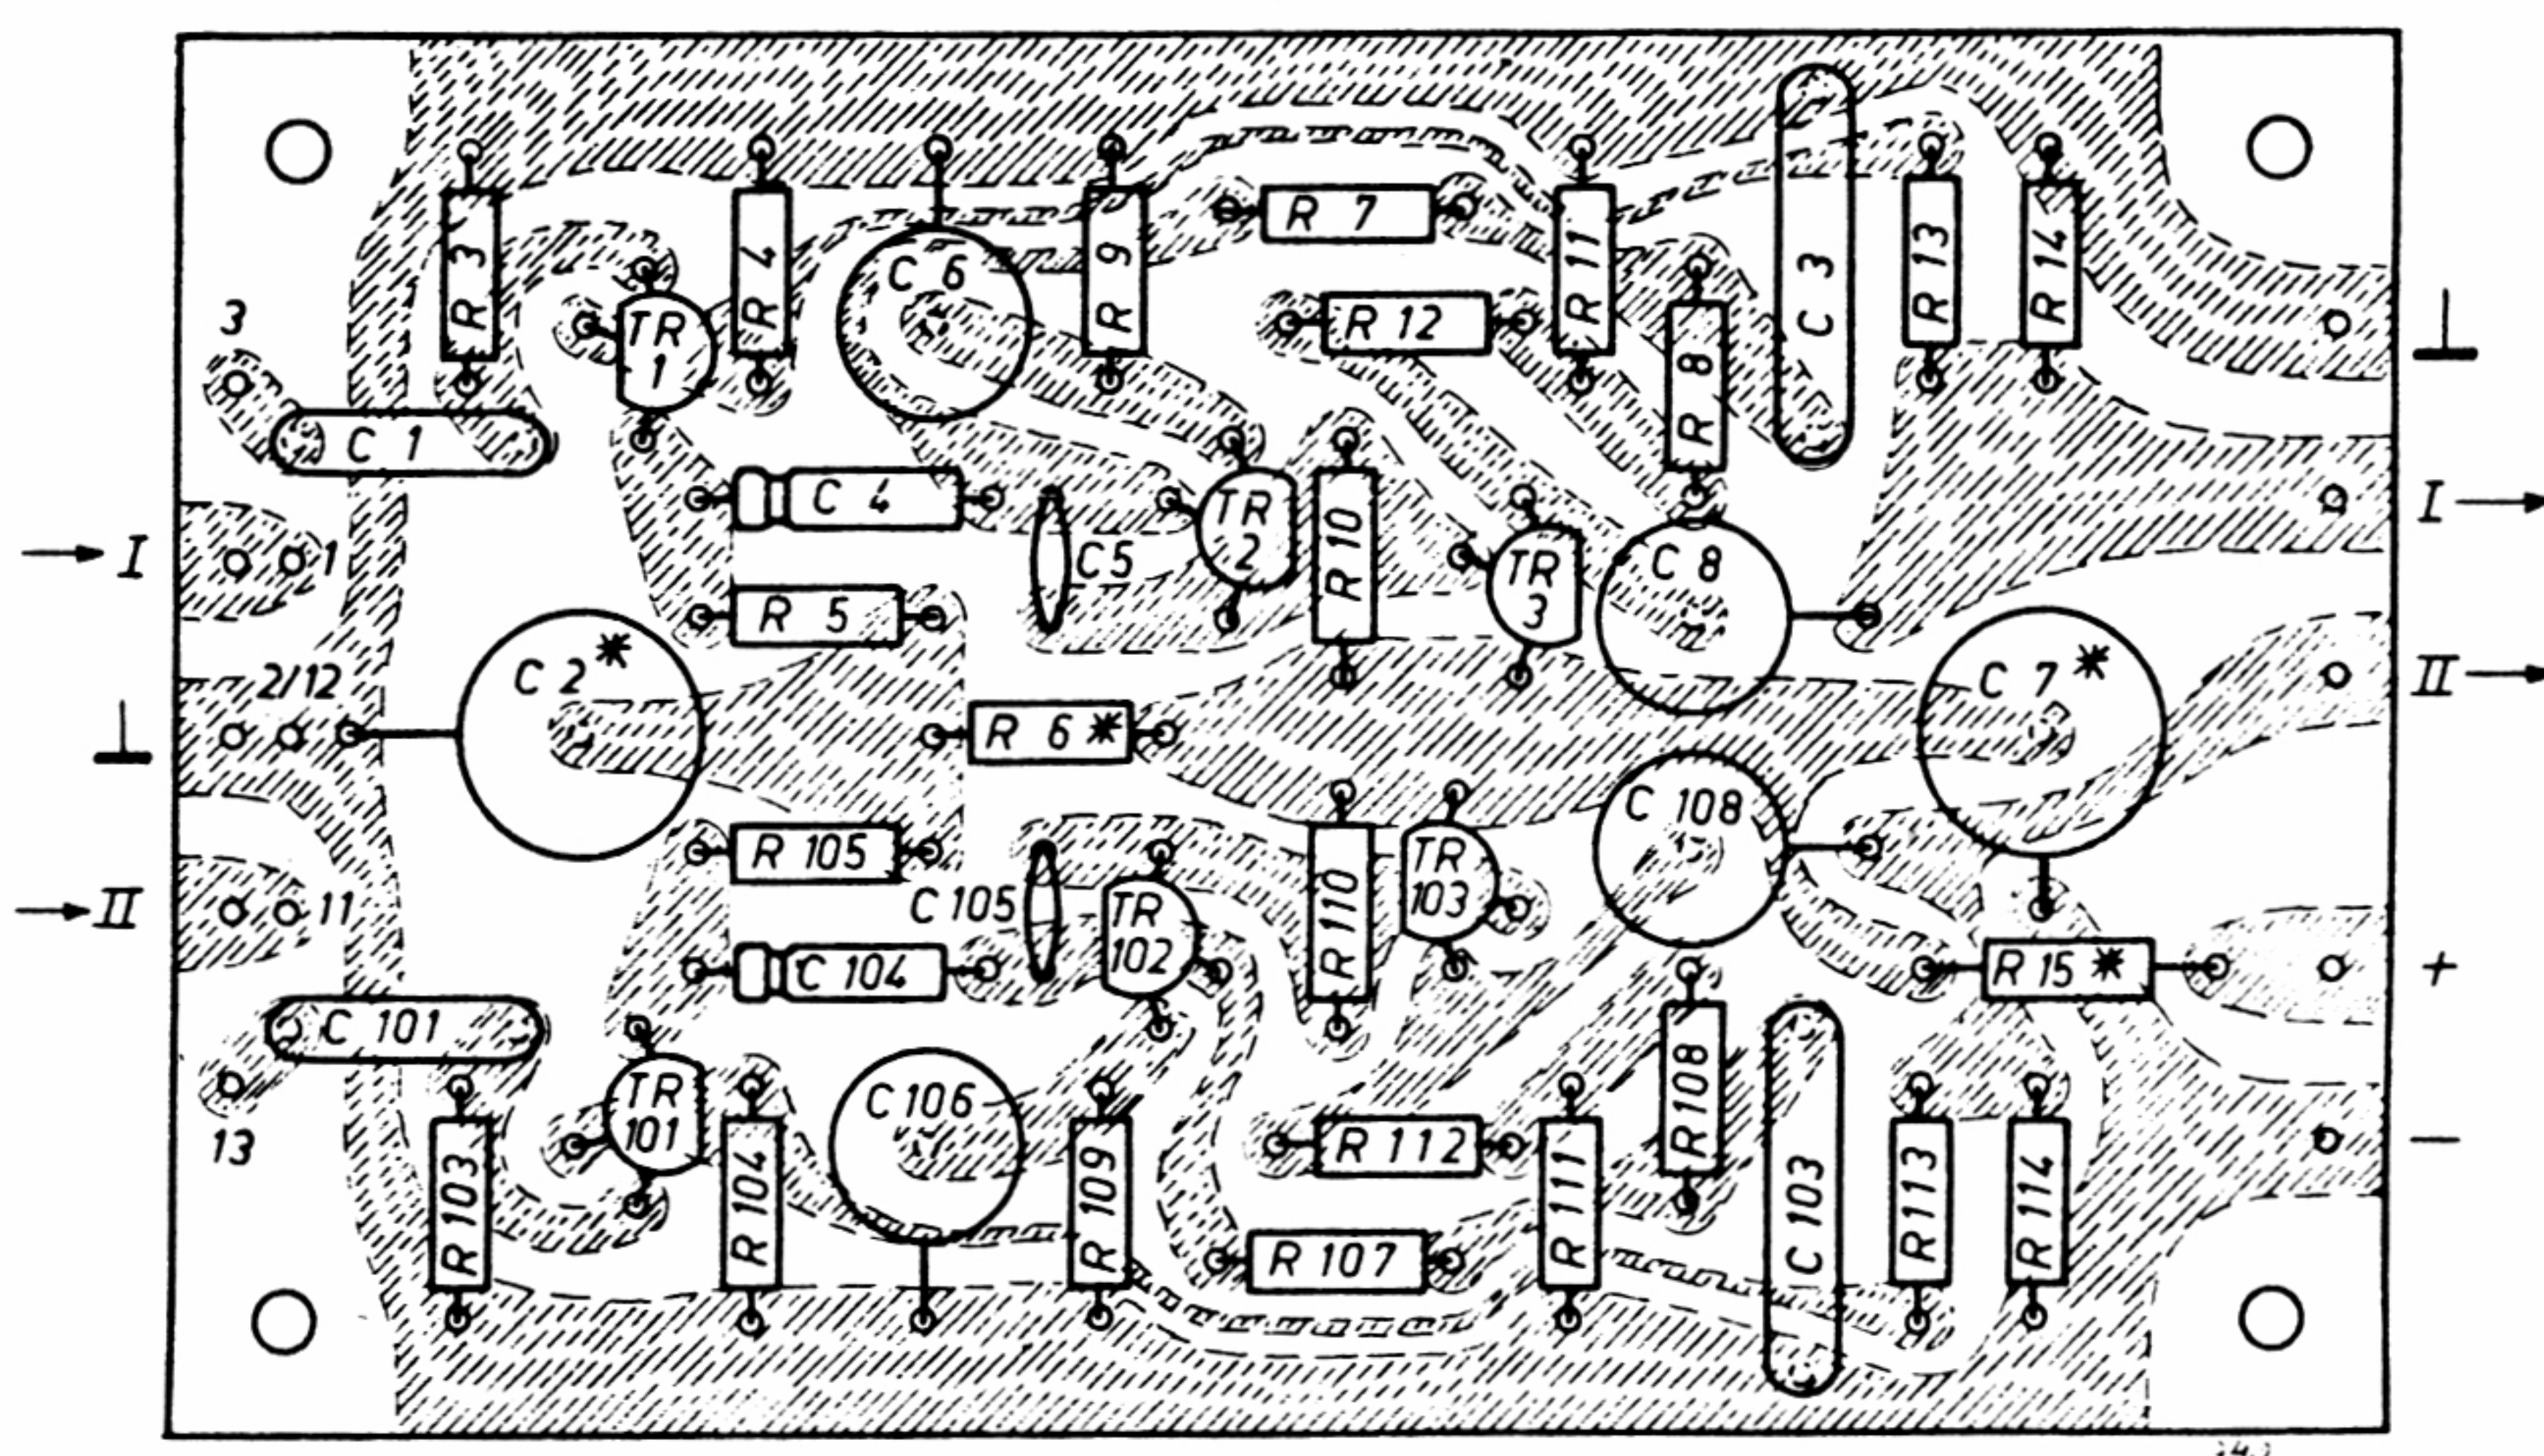

Abb. 4
6. Stecken Sie die Transistoren auf die gedruckte Schaltung. Aus Abb. 4 ist die Lage (abgeflachte Seite) zu ersehen, in der sie eingebaut werden müssen. Dabei dürfen sich die Anschlußdrähte nicht kreuzen, und die Transistoren selbst sollen ca. 5 mm über der gedruckten Schaltung stehen.